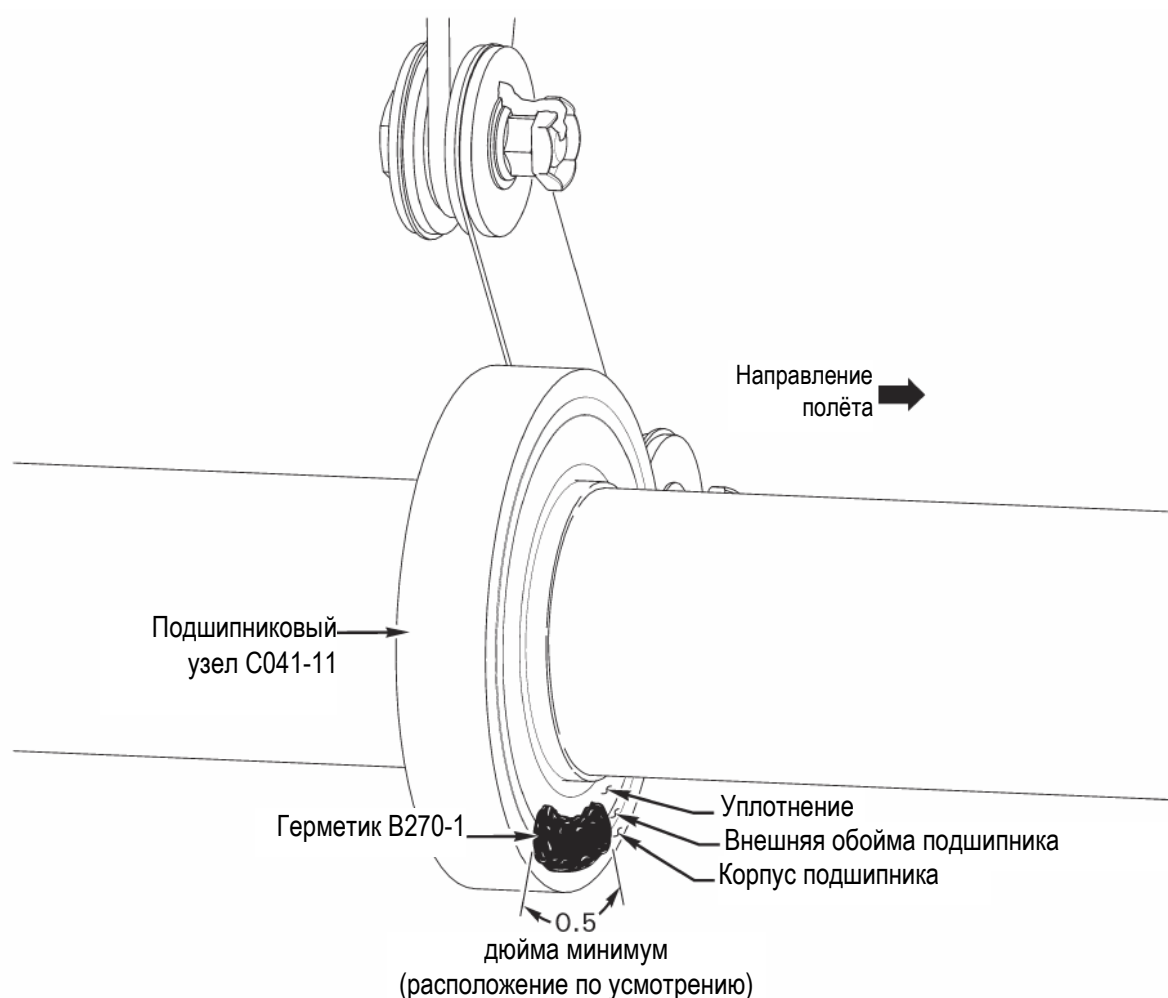

РИСУНОК 1
3. См. Рисунок 1. Визуально осмотрите подшипник подвески и подшипник демпфера вала трансмиссии рулевого винта спереди и сзади (см. Иллюстрированный каталог деталей R66 – R66 Illustrated Parts Catalog – IPC, Рисунки 65-5 и 65-7) и убедитесь в наличии герметика B270-1 на участке длиной 0,5 дюйма в одном из мест на стыке чёрного уплотнения и внешней обоймы подшипника.